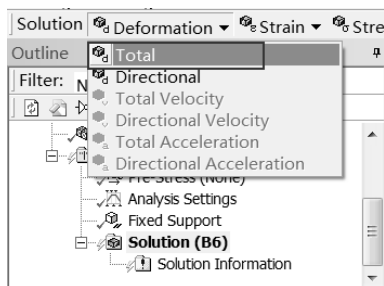

图 9-26 添加变形选项
Step2：选择 Solution 工具栏中的 Deformation（变形） Total 命令，如图 9-26 所示，此时在分析树中会出现 Total Deformation（总变形）选项。